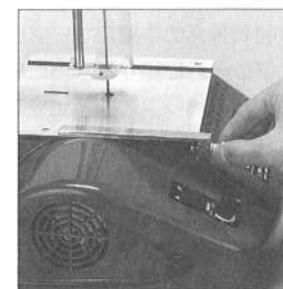

図9
- 平行定規はベースの前部の裏面に溝がついています。定規の平板を上に置いて、ネジの先端についている円形部を溝に入れて締めつけてください。(図9参照)